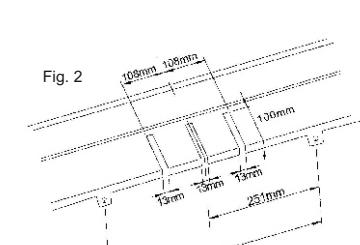

Fig. 2
- Wykonać podcięcia zderzaka tylnego (patrz rys. 2) a następnie zamontować do samochodu.
- Do korpusu (1) przykroić kułę (2) śrubami M16x50 (10) wraz z podkładkami zwykłymi Ø17,0 (16), sprężystymi Ø16,3 (13) oraz nakrętkami M16 (18).